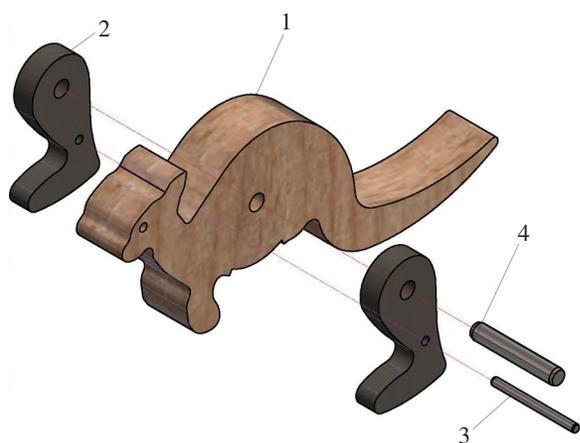

图 1.50 加工袋鼠原型所需的工具
(1) 如果已有自己的三维模型，请生成二维图纸并打印出放样图；如果没有使用软件建模，可以按 1:1 比例扫描或复印图 1.50 的设计放样图并打印出来，将打印纸贴在木板表面并沿轮廓线切割加工（图 1.53a）。